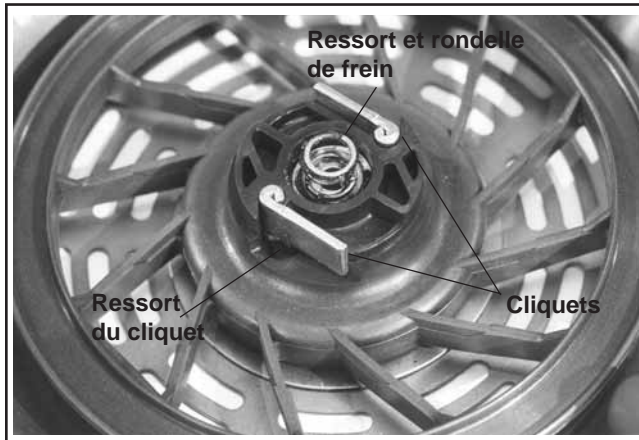

Figure 7-6. Ressort de frein, rondelle, cliquets et ressorts de cliquet.
- Retirer le ressort et la rondelle de frein. Voir la figure 7-6.
6. Lubrifier le frein avec un peu de graisse. Placer le ressort sur la rondelle plate. (S'assurer que les filetages de l'arbre central sont propres, secs et ne sont pas tachés de graisse ou d'huile.) Voir la figure 7-6.